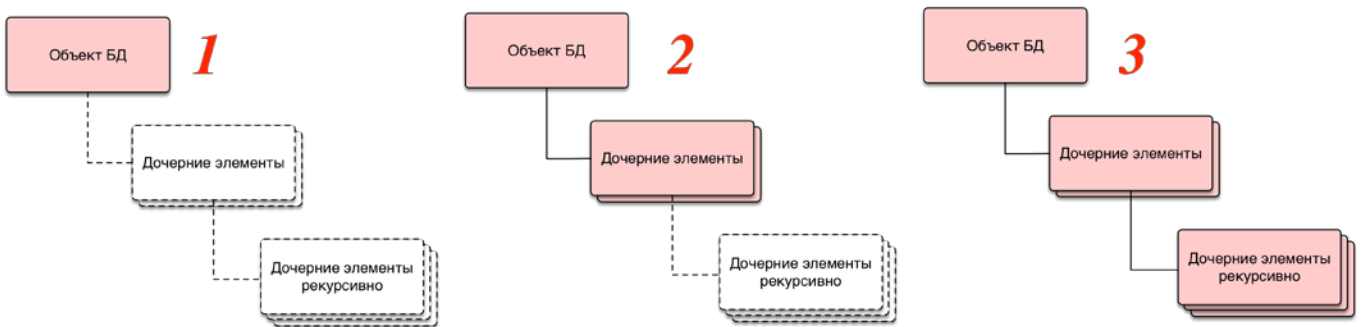

Рис. 6-4 – Варианты назначения доступа к объекту БД
- Назначение доступа только для выбранного объекта (1 на рис. 6-4). В этом случае доступ для дочерних элементов задается отдельно. Если для объекта назначен доступ «Нет доступа», то его дочерние элементы также будут недоступны.
- Назначение доступа для выбранного объекта и элементов, являющихся дочерними для него (2 на рис. 6-4).
- Назначение доступа для выбранного объекта и всех элементов, входящих в него рекурсивно, по цепочке (3 на рис. 6-4).